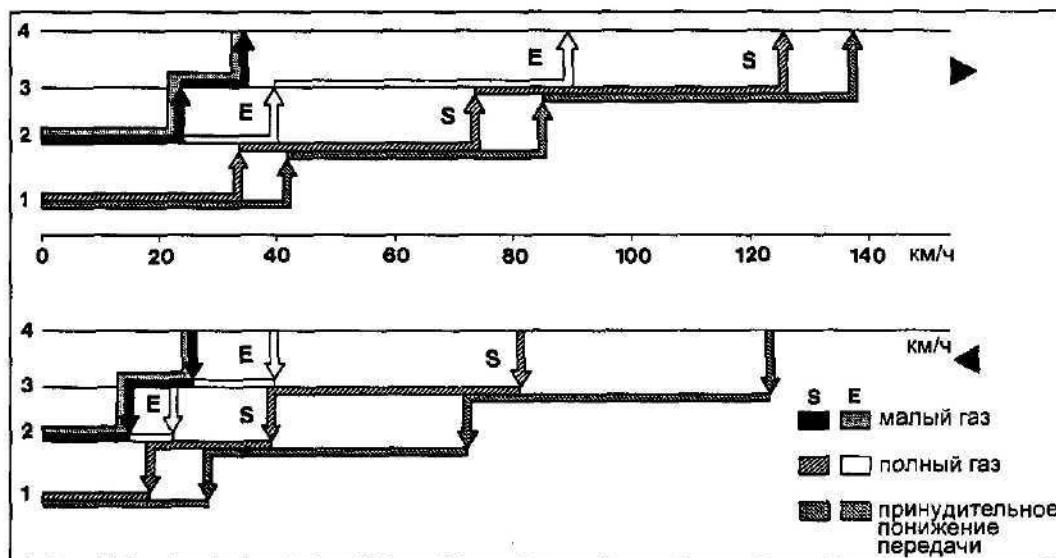
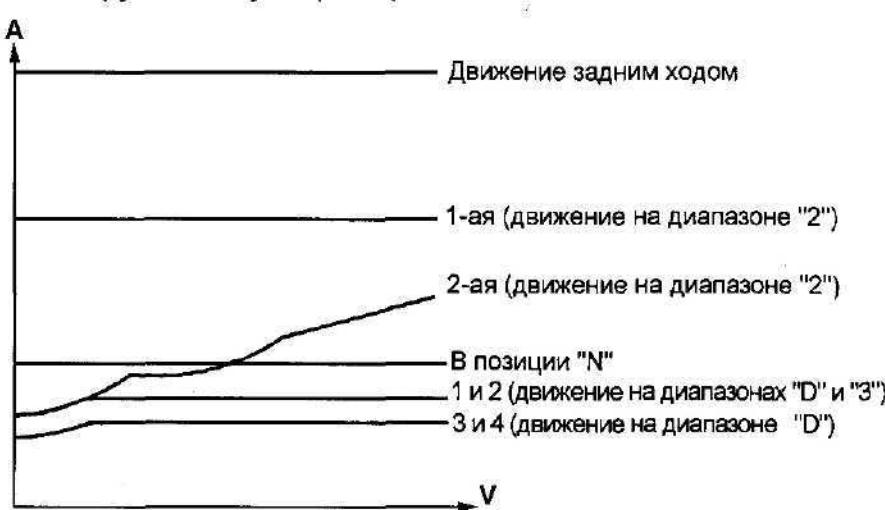

Рис. 4. Примерные диаграммы переключения передач для программ S и E.
Рис. 6. Зависимость рабочего давления (A) от скорости транспортного средства (V).
В систему регулирования рабочего давления (рис. 4 цв.) входят следующие элементы:
- двухпоточный шариковый клапан (14);
- двухпоточный шариковый клапан (15);
- предохранительный клапан (25);
- обратный клапан (81).
Клапан (26) (рис. 4 цв.) предназначен для регулировки величины рабочего давления, которое изменяется следующим образом:
Клапан (16) (рис. 4 цв.) предназначен для редуцирования основного давления, которое используется для формирования требуемой величины рабочего давления при малых значениях давления модулятора (M2). Оно редуцируется либо из рабочего давления на первой передаче (A1/AR), либо из давления скоростного регулятора (S2/R) и подается в камеру с пружиной клапана (26) вместо давления модулятора.
Рабочее давление на передаче заднего хода (AR) через двухпоточный шариковый клапан (15) подается к клапану регулирования основного давления (16) и далее через кольцевую канавку (e) и двухпоточный шариковый клапан (14) попадает в камеру с пружиной клапана регулирования рабочего давления (26) (рис. 4 цв.). Кроме того, оно попадает в кольцевую канавку (c) клапана регулирования основного давления (16) и давит на его плунжер, стремясь переместить его влево. Этому противодействует пружина. При определенном значении основного давления плунжер начинает перемещаться влево, перекрывая тем самым кольцевую канавку (e) подвода давления (AR) к клапану регулирования основного давления (16). Это вызовет падение основного давления и перемещение под воздействием пружины плунжера вправо.
Кольцевая канавка (e) открывается, и основное давление начинает вновь увеличиваться и т.д. Следует отметить, что на передаче заднего хода давление в кольцевую канавку (d) клапана (16) и кольцевые канавки (f) и (m) клапана (26) не подается. Таким образом, на передаче заднего хода обеспечивается максимальное и постоянное рабочее давление (рис. 6).
Формирование рабочего давления осуществляется точно так же, как и на передаче заднего хода (рис. 6), только с некоторыми отличиями:
При увеличении скорости движения автомобиля давление скоростного регулятора поднимается и оно, переключая двухпоточный клапан (14), попадает в камеру с пружиной клапана (26) (рис. 4 цв.). Сила давления скоростного регулятора в кольцевой канавке (с), при отсутствии рабочего давления в кольцевых канавках (е) и (д), перемещает плунжер клапана (16) в крайнее левое положение (положение регулирования). Клапан (26) осуществляет регулировку рабочего давления, реагируя на изменение давления скоростного регулятора в камере с пружиной (рис. 6).
Формирование рабочего давления осуществляется точно так же, как и в предыдущем случае (рис. 6), только с некоторым отличием:
Формирование рабочего давления осуществляется точно так же, как и в предыдущих двух случаях (рис. 6), только с некоторым отличием:
На рисунке 7 приведена диаграмма регулирования рабочего давления при максимальном открытии дроссельной заслонки, т.е. при максимальном давлении модулятора. При уменьшении давления модуляции кривые будут располагаться несколько ниже. Давление модулятора M2 определяется величиной разряжения во впускном коллекторе двигателя. Это давление попадает в кольцевую канавку (f) двумя способами: через двухпоточный шариковый клапан (14) и жиклер (б) (рис. 4 цв.).
Давление системы смазки (SR) формируется в клапане (26), регулирующим рабочее давление, и имеет небольшую величину. Из этого клапана поток масла попадает в гидротрансформатор и затем через радиатор коробки передач подается в картер коробки передач (рис. 6 цв.). Через специальные каналы и сверления в картере коробки передач, валах и зубчатых колесах оно поступает ко всем трущимся элементам для их смазки и охлаждения. Такая циркуляция масла в системе смазки обеспечивает температуру автоматической коробки передач в допустимых пределах.
На 4-ой передаче (прямая передача, на которой вся коробка заблокирована), ленточный тормоз В2 не используется и давление в камеру с пружиной переключающего клапана (35) не поступает (рис. 6 цв.). В этом случае давление в системе смазки, действующее на верхнюю торцевую поверхность поршня переключающего клапана (35), отжимает его, и часть масляного потока системы смазки сбрасывается обратно во всасывающую магистраль основного насоса. Это сделано потому, что для смазки заблокированной коробки передач требуется гораздо меньшее количество масла.